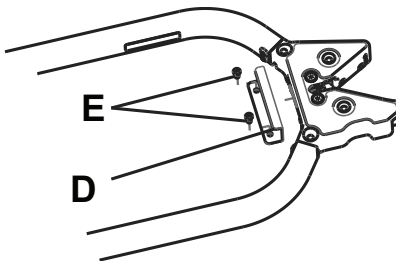

Figure 11 – Plaque d'arrêt
1. À l'aide d'une clé hexagonale M6, installer la plaque d'arrêt fournie (610000010015) (D) et deux vis hexagonales M6 (E) (non incluses) directement derrière le loquet de fixation de la civière (Figure 11).